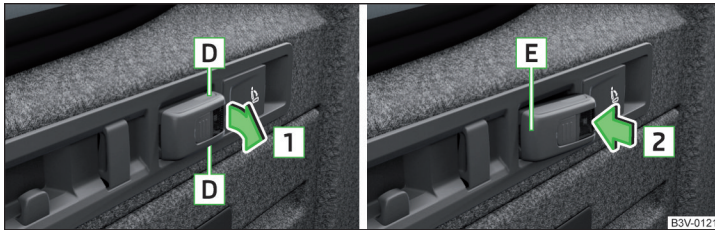

Abb. 133 Herausnehmbare Leuchte: herausnehmen / einsetzen
➤ Die Leuchte im Bereich **D** fassen und in Pfeilrichtung **1** herausschwenken » Abb. 133.
- Die Leuchte zuerst mit dem hinteren Teil **E** » Abb. 133 in die Halterung einsetzen und danach in Pfeilrichtung **2** nachdrücken, bis diese hörbar einrastet.